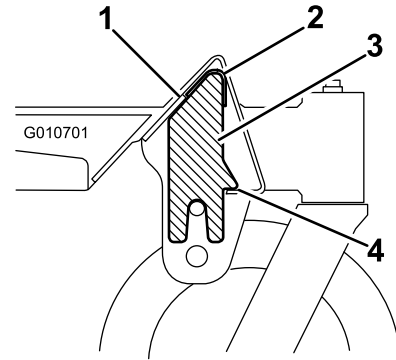

Figuur 2
2. Bevestig de kleefbumper aan het gewicht (Figuur 2).
3. Bevestig de gewichten aan de voorzijde van het machineframe. Bevestig de gewichten met behulp van een stang, vier ringen en twee R-pennen zoals wordt getoond in Figuur 2.